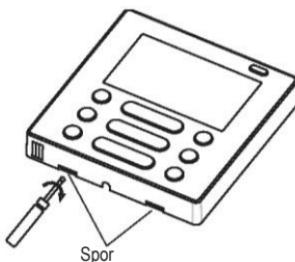

Fig 3-4
- Sett i et flatskruejern i sporene i den nedre delen av kontrolleren (2 steder), og fjern øvre del av kontrolleren. (Fig.3-4)